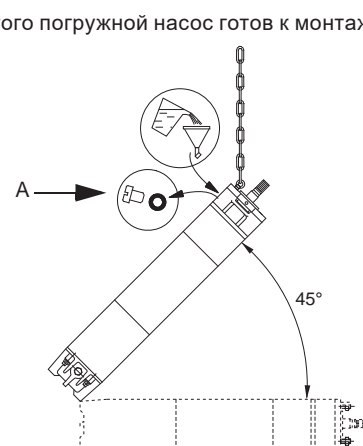

Рис. 8 Положение электродвигателя при заполнении – MMS
1. Установите электродвигатель под углом 45° так, чтобы верхняя часть двигателя была направлена вверх. См. рис. 8.
2. Ослабьте резьбовую пробку (A) и установите воронку в отверстие.